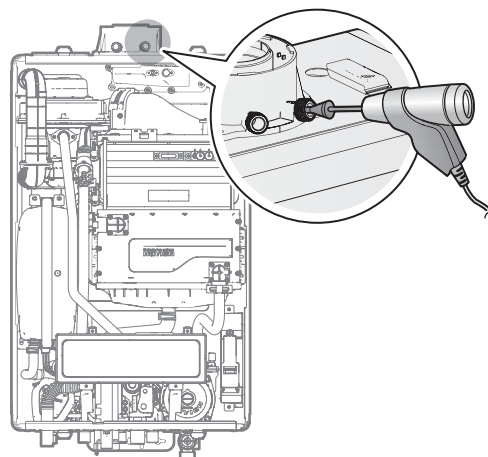

Рисунок 8
- Вставьте анализатор в порт (рисунок 8).